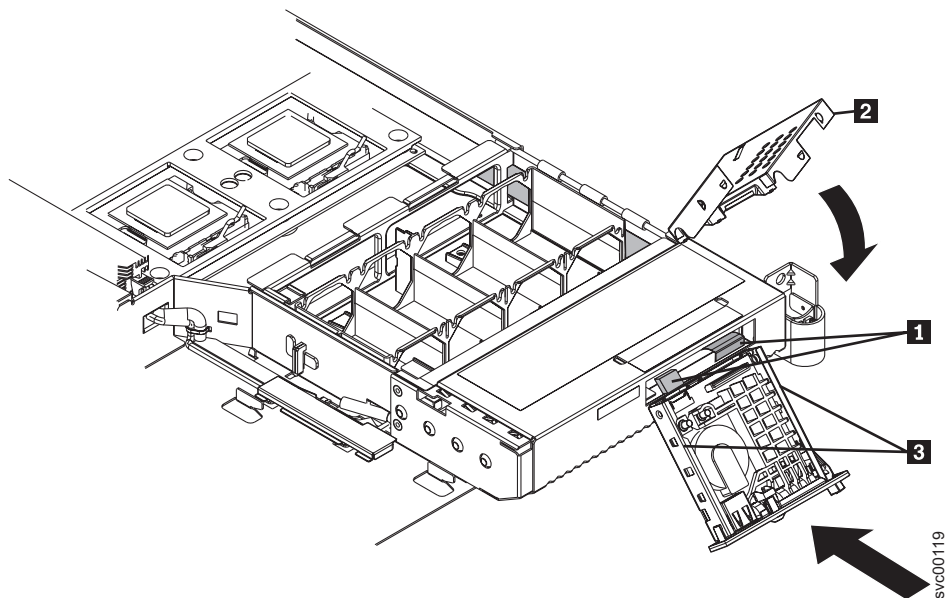

図 229. オペレーター情報パネルの交換
1. アセンブリーの後部 **1** に 2 本のケーブルを接続します。269 ページの図 229 を参照してください。